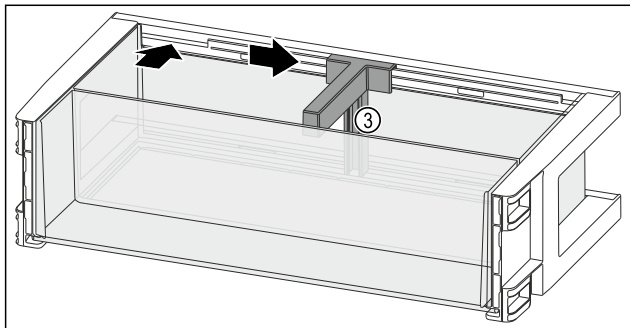

Fig. 145
- Flaschenhalter Fig. 145 (3) in die Aussparung einsetzen.
- Flaschenhalter Fig. 145 (3) in gewünschte Position zur Seite schieben.